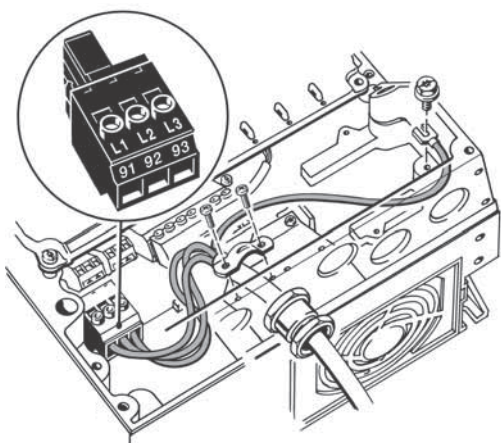

Fig. 12 Branchement secteur, A4 et A5
1. Brancher le conducteur de mise à terre à la borne 95 (PE). Voir fig. 12.